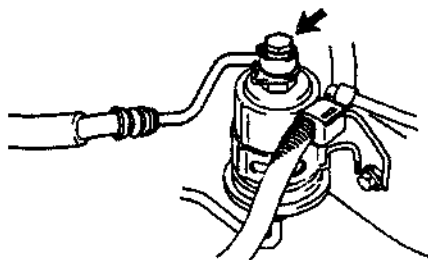

图 2.22 连管螺栓
① 检查蓄电池的电压是否在 12V 以上。
② 从蓄电池上拆下负极搭铁线。
③ 从燃油滤清器上拆下连管螺栓和两个密封垫圈，如图 2.22 所示，并从燃油滤清器出口上拆下进油软管。